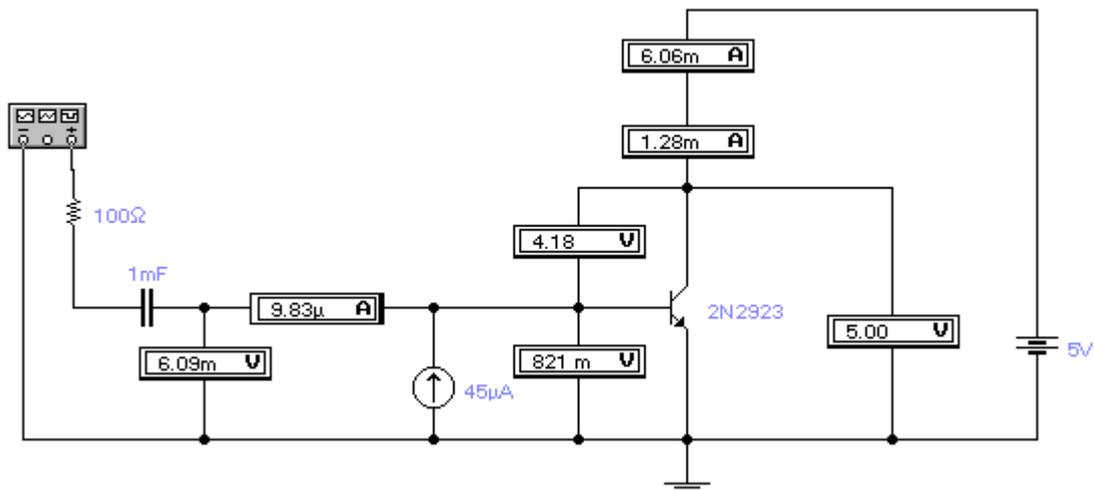

Рис. 6.1. Схема измерения параметров транзистора 2N2923 на переменном токе
Для определения $C_{бк}$ и τ можно использовать соотношение (6.1). Для этого необходимо предварительно определить входное сопротивление и крутизну транзистора в рабочей точке. Для измерений может быть использована схема, изображенная на рис. 6.1 (здесь и далее для примера взят транзистор 2N2923).
При измерении $R_{вх}$ и S_0 частота генератора выбирается примерно равной 1-5 кГц, чтобы исключить влияние изменения этих параметров по мере увеличения частоты. Как видно из рис. 6.1, ёмкость разделительного конденсатора на входе выбрана равной 1 мкФ, также чтобы исключить влияние искажений, теперь уже на нижних частотах.
В результате измерений для схемы рис. 6.1 $I_{б\approx} = 9,83$ мкА, $I_{к\approx} = 1,28$ мА, $U_{б\approx} = 6,09$ мВ. При этом $R_{вх} = U_{б\approx} / I_{б\approx} = 6,09 \cdot 10^{-3} / (9,83 \cdot 10^{-6}) = 620$ Ом, $S_0 = I_{к\approx} / U_{б\approx} = 1,28 \cdot 10^{-3} / (6,09 \cdot 10^{-3}) = 210$ мА/В.
2. Для определения $\tau_{\text{ВВХ}}$ следует измерить верхнюю граничную частоту $f_{\text{ВВХ}}$ частотной характеристики входной цепи на уровне 0,7 (-3 дБ). В нашем примере $f_{\text{ВВХ}} = 15,1$ МГц. При этом $\tau_{\text{ВВХ}} = 1/2\pi f_{\text{ВВХ}}$ и $C_{\text{ВХдин}} = \frac{\tau}{r_{\text{б}}} + C_{\text{бк}}$, поскольку в схеме на рис. 6.1 отсутствует сопротивление в цепи коллектора и, следовательно, коэффициент усиления равен нулю.